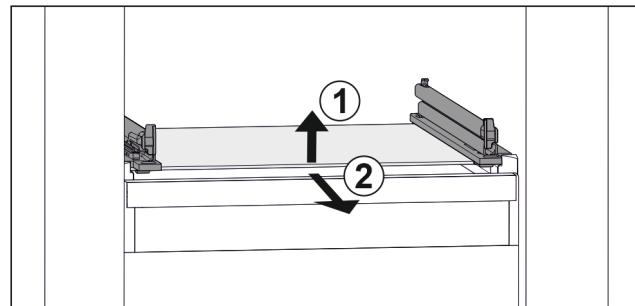

Fig. 50 Приближене відображення скляної пластини
- Підняти скляну пластину спереду. Fig. 50 (1)
► Вийняти скляну пластину рухом вперед. Fig. 50 (2)